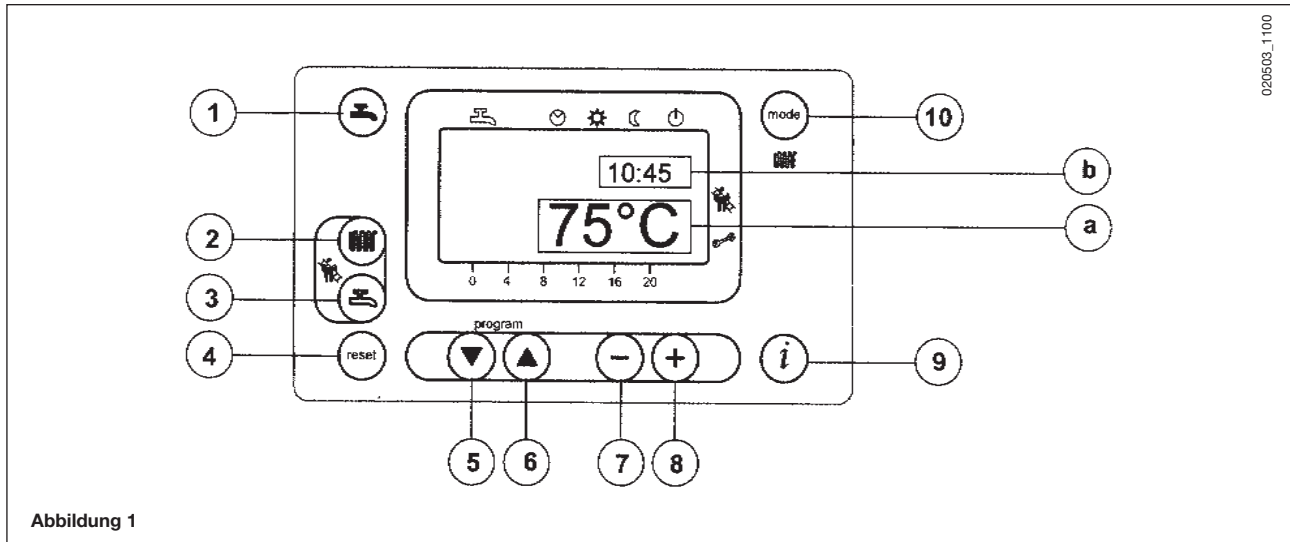

Abbildung 1
- Für die Einstellung der Heizwassertemperatur die Taste (🚰) (2- Abbildung 1) drücken;
- Eine der zwei Tasten (🚰) (mode) (1 oder 10 - Abbildung 1) drücken, um die Eingabe zu speichern und zum Hauptmenü zurückzukehren.
Anmerkung – Mit angeschlossenem Außentemperaturfühler kann mit der Taste (🚰) (2 – Abbildung 1) die Heizkurve verschoben werden. Die Tasten (-) (+) drücken, um die Raumtemperatur zu verringern bzw. zu erhöhen
- Für die Einstellung der max. Brauchwassertemperatur die Taste (🚰) (3- Abbildung 1) drücken;
Bei Auftreten einer Betriebsstörung erscheint am Display ein blinkender Fehlercode. Am Hauptdisplay (Abbildung 1 a) erscheinen die Störungsanzeigen zusammen mit dem Symbol  (Abbildung 4). Die Rücksetzung erfolgt mit der Resettaste  die mindestens zwei Sekunden lang gedrückt werden muss.
Am Zweitdisplay (Abbildung 1 b) blinken die Störungsanzeigen abwechselnd mit der Uhrzeit (Abbildung 4.1). Die Störungsmeldungen, die am Zweitdisplay erscheinen, können nicht rückgesetzt werden, da zuerst die Ursache für die Auslösung der Störung beseitigt werden muss.